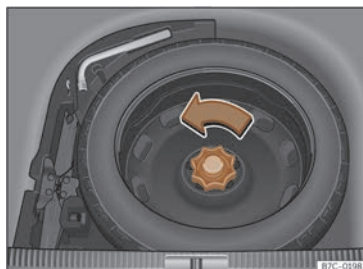

Fig. 229 Al maletger: base de càrrega alçada.
- Gireu la rodeta en sentit contrari al de les agulles del rellotge >>> **fig. 229**.